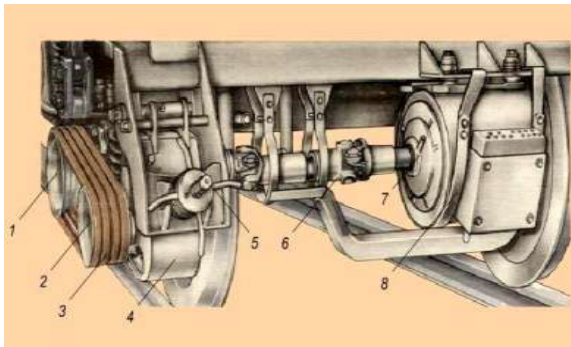

Рисунок 4 Расположение текстурно-редукторно-карданного привода:
6) По внешним признакам определите элемент конструкции текстурно-редукторно-карданного привода генератора под №4 (рисунок 4)?